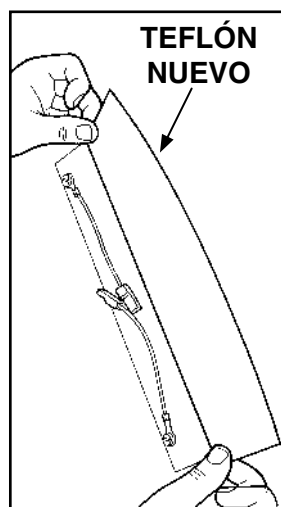
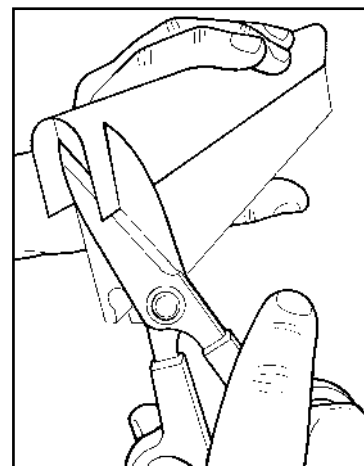

Fig. 2
Fig. 3
- Colocar el capuchón de protección **D** en el agujero central de la manera ilustrada en (**Fig. 2**).
- Con un paño suave embebido en una solución detergente y/o desinfectante, limpiar el fondo y las superficies laterales de la cámara de vacío (**Fig. 3**); una vez efectuada la limpieza, reinstalar la cámara ejecutando en orden y sentido inverso las precedentes operaciones.
- Aplicar la cinta nueva (**Fig. 2**) cortando la parte excedente de los dos extremos (**Fig. 3**).